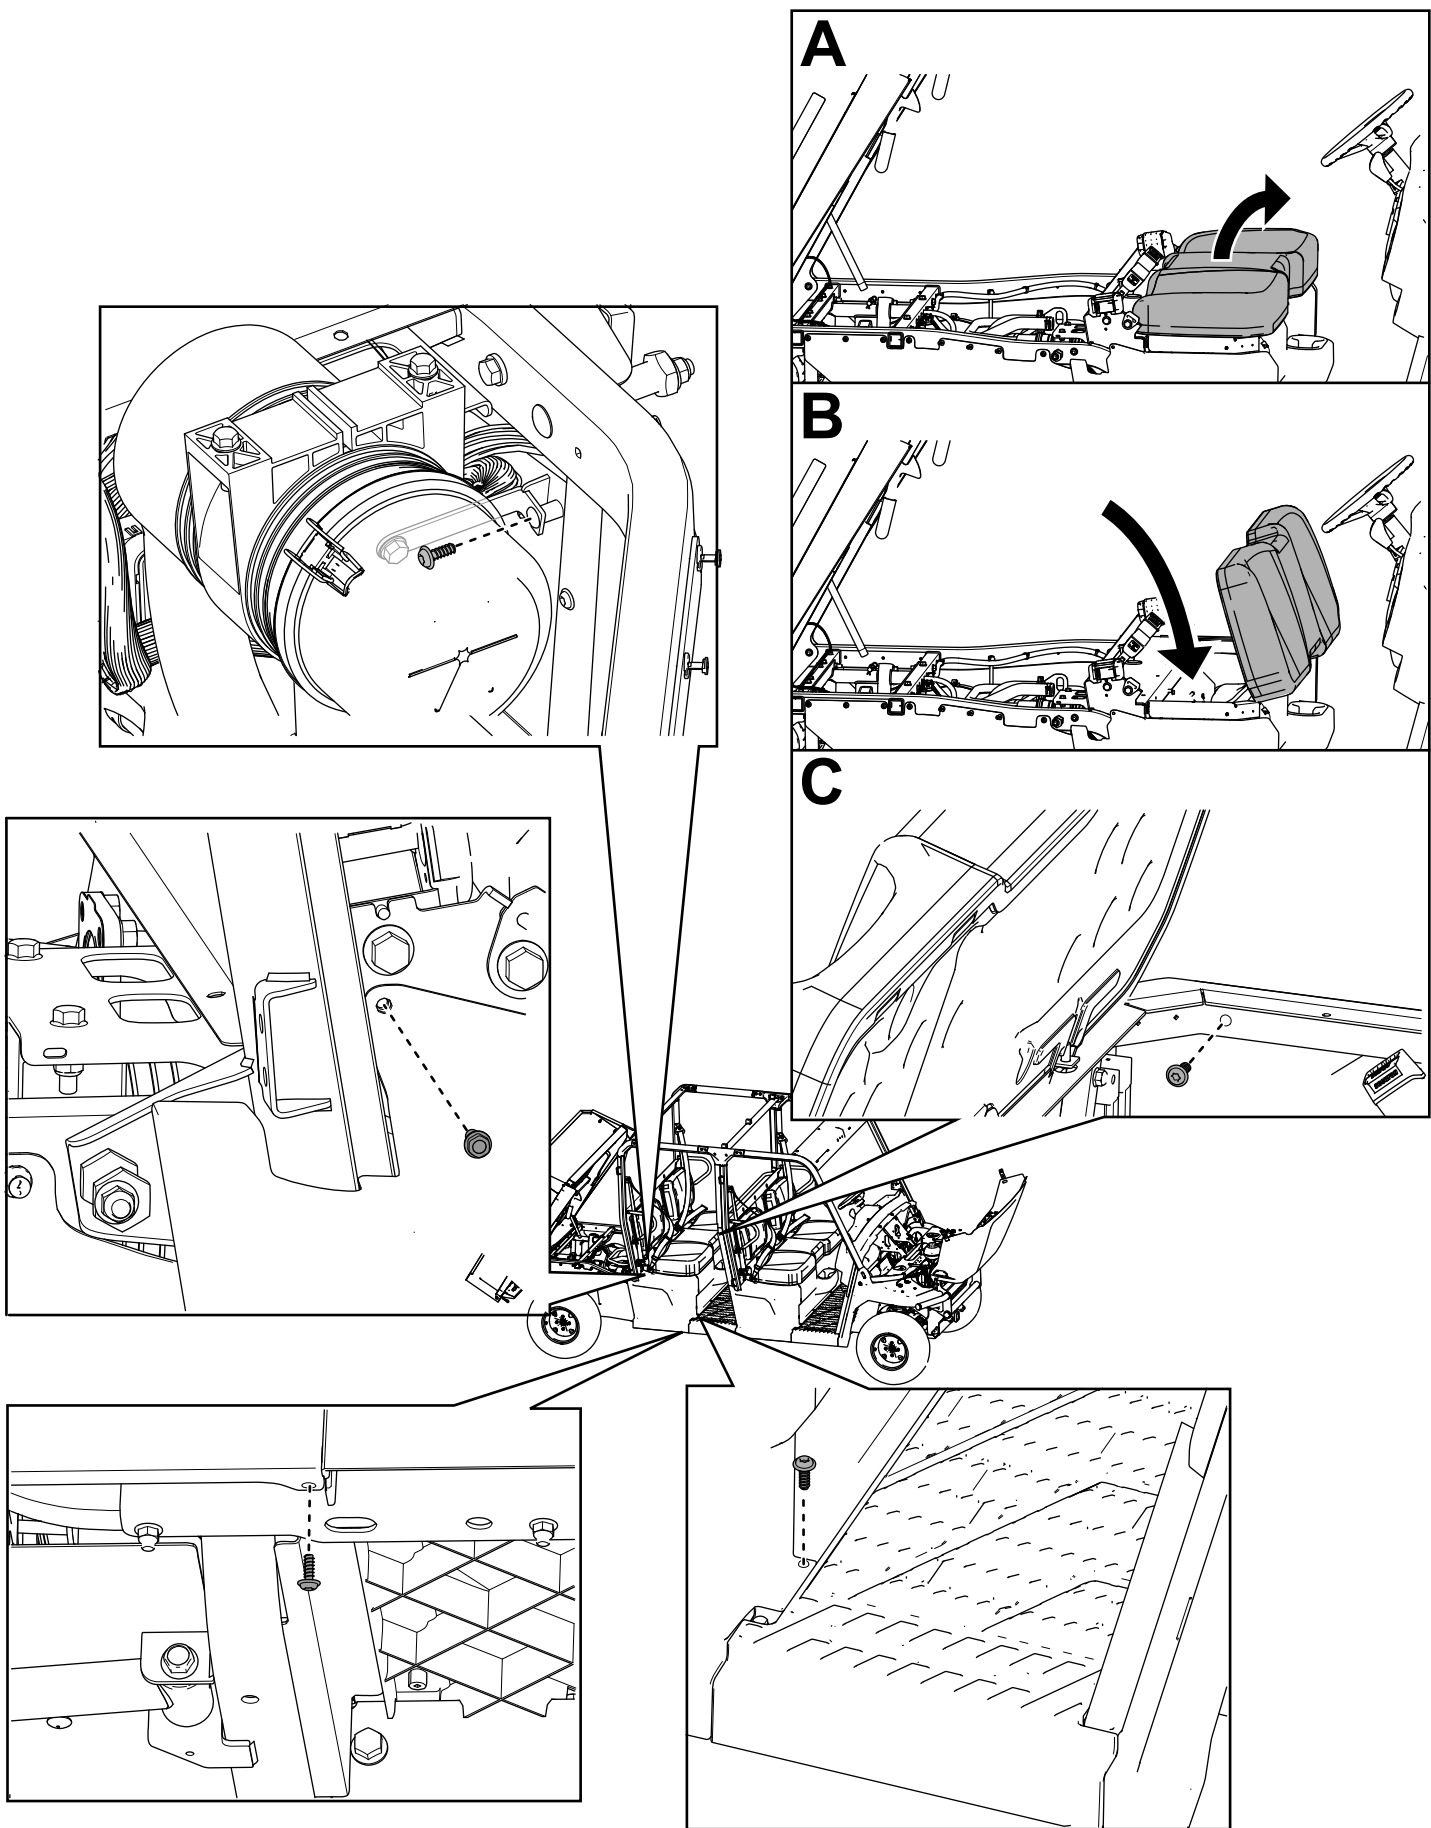

Figure 72
32. Fixez les 2 panneaux droits et les 2 panneaux gauches de base du siège à l'aide des boulons à tête hexagonale à embase ($\frac{1}{4} \times \frac{3}{4}$ po) retirés précédemment, comme montré à la Figure 72.